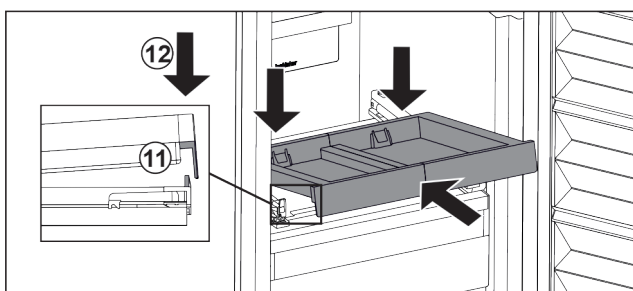

Fig. 103
- ▶ Вставьте, наклоняя вниз. Обратите внимание на то, чтобы на обеих сторонах упор был за накладкой. Fig. 103 (11)
- ▶ Снимите выдвижную панель спереди. Fig. 103 (12)